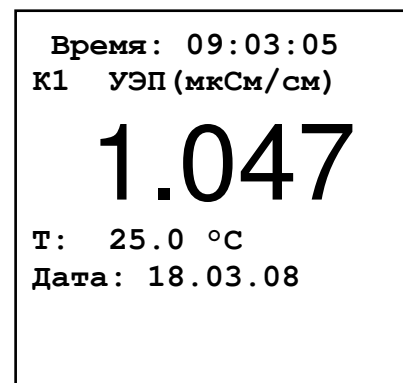

Рисунок 5 – Измерения по каналу 1
- «1-й канал» – задаётся отображение измеренных значений по первому каналу (смотри рисунок 5);